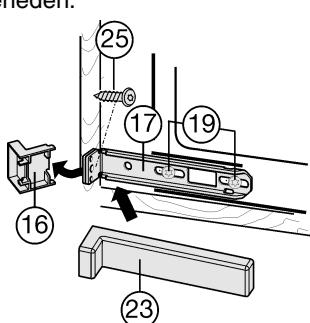

Fig. 18
- ▶ Schroeven Fig. 18 (19) iets losdraaien.
- ▶ Onderste bevestigingshoek Fig. 18 (17) met spaanderplaatschroef Fig. 18 (25) Ø4x19 aan de meubelwand vastdraaien.
- ▶ Het uitstekende uiteinde van de afdekking Fig. 18 (16) afbreken. Dit is niet meer nodig.
- ▶ Schroeven Fig. 18 (19) aandraaien.
- ▶ Afdekking Fig. 18 (23) op de onderste bevestigingshoek Fig. 18 (17) plaatsen.